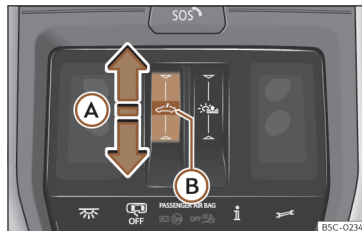

Fig. 88 No revestimento interior do teto: botão do teto de vidro.
- Movimento automático: deslize o dedo para trás sobre a área funcional (A) >>> **Fig. 88 (A)**.
- Movimento manual: deslize o dedo para trás sobre a área funcional (A) e mantenha-o.
- Antes de decorrerem aprox. 5 segundos da ativação da função antientalamento, deslize o dedo para a frente sobre a área funcional ➡ >>> **Fig. 88** Ⓐ e mantenha pressionado até o teto se fechar totalmente.